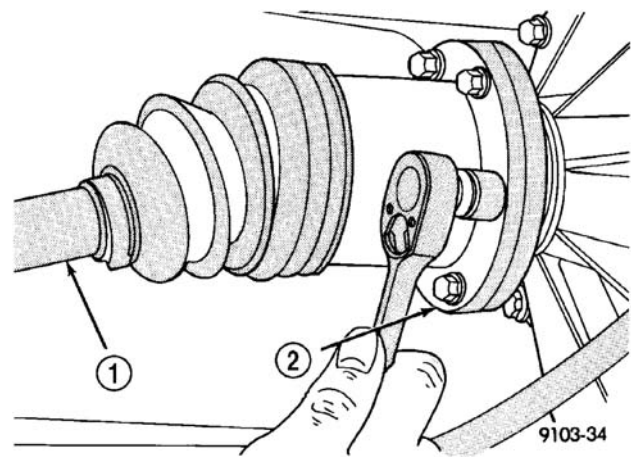

图 54 内半轴螺栓
- (1) 用升降机升高车辆。
- (2) 卸下位于差速器输出法兰盘处的后半轴内万向节（图 54）。